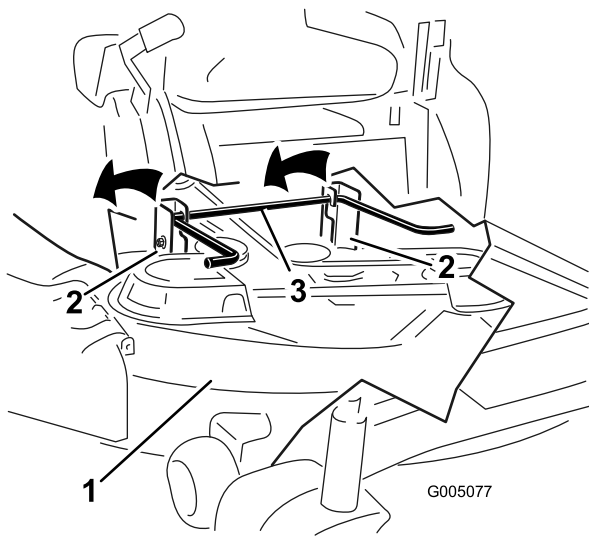

Figura 59
6. Eleve la carcasa de corte y separe ésta y las pletinas de suspensión de la varilla de elevación trasera; luego baje el cortacésped con cuidado al suelo (Figura 59).
- Eleve la parte trasera de la carcasa de corte y coloque las pletinas de suspensión sobre la varilla de elevación trasera (Figura 59).